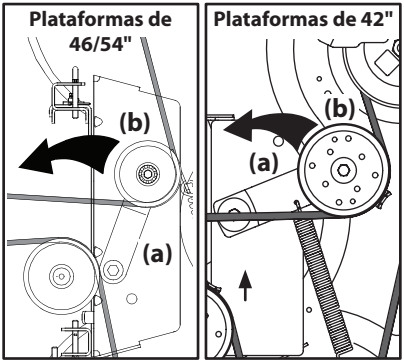

Figura 4-10
- b. Desde la parte media del tractor, haga girar el soporte de polea loca (a) y la polea loca móvil (b) hacia atrás, separándolos de la parte posterior de la correa en 'V' a una distancia suficiente que permita levantar la correa, por encima de la polea loca (b). Consulte Figura 4-10.